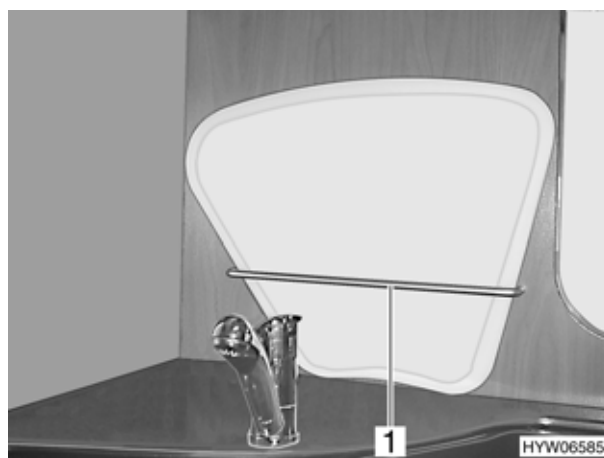

Fig. 6 Coperchio lavello cucina
- Prima della partenza, il coperchio lavello cucina deve essere inserito (Fig. 6,1) nell'apposito fermo alla parete della cucina.